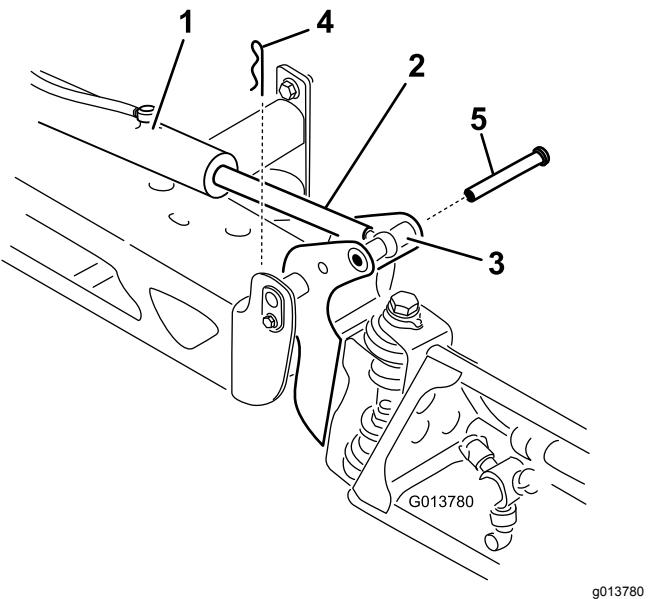

Bild 64
2. Nehmen Sie den Splint vom Lagerbolzen ab (Bild 64).
3. Heben Sie den Ausleger an und nehmen Sie den Stift ab, senken Sie den Ausleger dann langsam auf den Boden ab (Bild 64).
7. Halten Sie den Ausleger fest und stecken Sie den Stift durch das Auslegerscharnier und die Aktuatorstange (Bild 64).